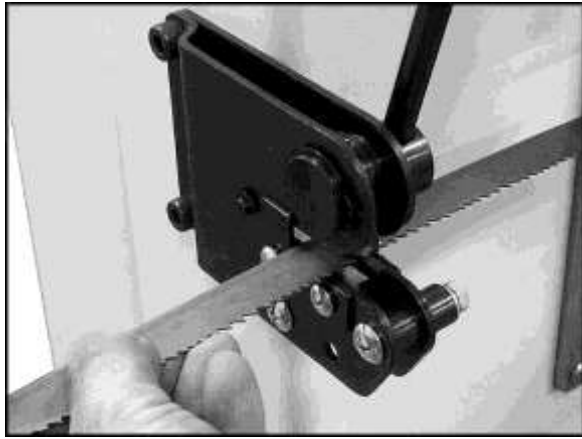

Рис. 12.
2. Уприте полотно в шаблон для резки. См. Рис. 12. Убедитесь, что полотно располагается перпендикулярно ножу, таким образом торец обрезанного полотна будет также перпендикулярен поверхности полотна.